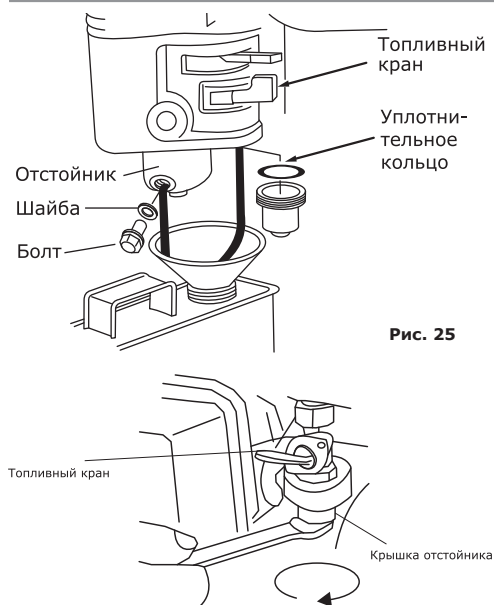

Рис. 25
- Отверните болт крышки отстойника, расположенный снизу топливного крана при помощи ключа (рис. 25),